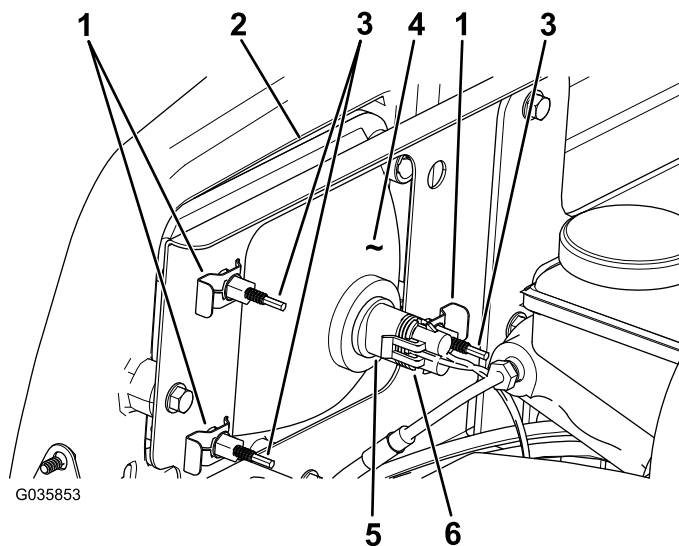

图 50
3. 将线束的电气接头与新灯总成的接头断开 图 50。
4. 卸下将大灯固定至大灯支架上的快速夹 图 50。
5. 将大灯总成从前保险杠的开口向前推出卸下大灯总成 图 50。
6. 通过保险杠开口将新大灯装入 图 50。
8. 将线束的电气接头与灯总成的接头连接 图 50。
2. 在大灯总成背面旋转调节螺丝图 50以转动大灯总成调整光束投射的位置。